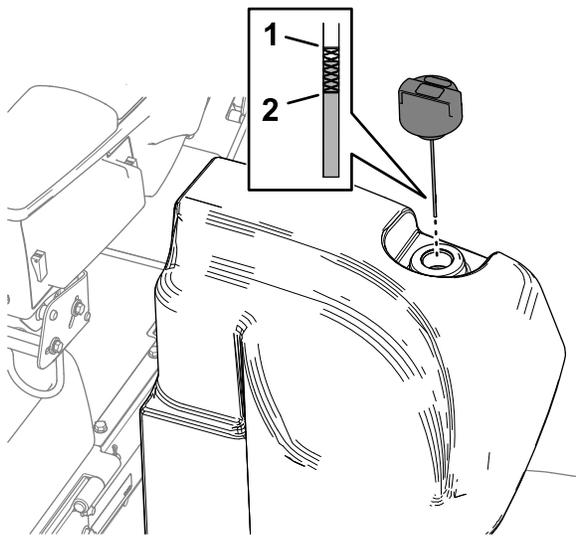

Figura 142
2. Limpie la zona alrededor del cuello de llenado y el tapón del depósito hidráulico (Figura 142).